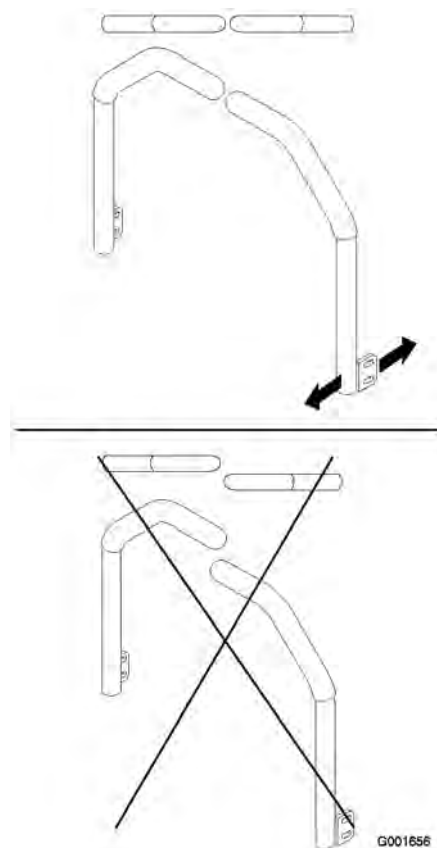

Figura 49
4. Ajuste la posición delante/detrás de las palancas acercándolas a la posición de punto muerto y deslizándolas hasta que queden alineadas, y luego apriete los pernos (Figura 49).